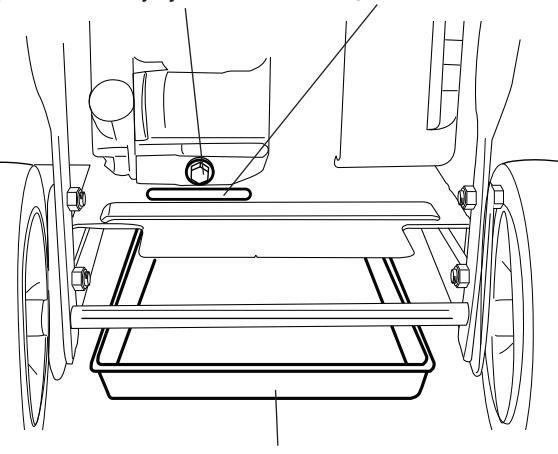

Figura 8
**NOTA:** Consultar la Figura 8 al seguir los pasos enumerados a continuación: